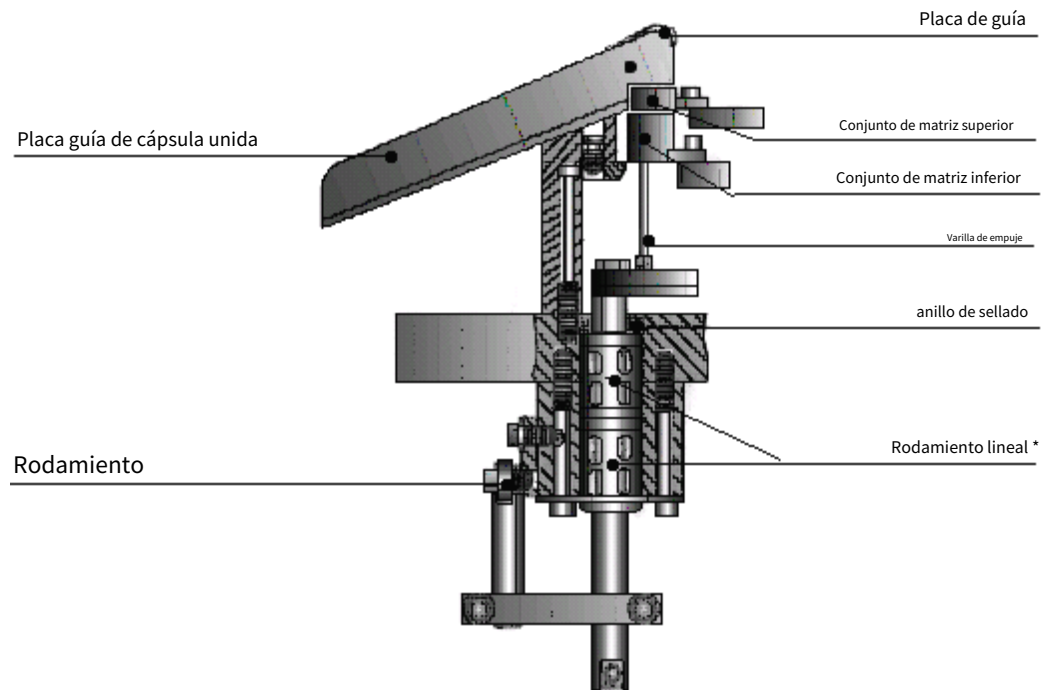

Fig. 28 Unidad de salida para cápsula unida
5.2.11 Ajuste de la unidad de salida para el producto terminado (consulte las Fig. 28, 29) El ajuste de la